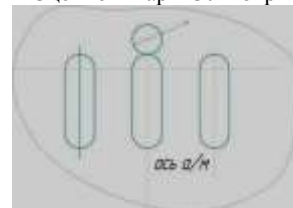

Рис.2
- В заднем бампере вырезать отверстие диаметром 45мм под шар (см. Рис.2),и установить шар в сборе поз. 2 с помощью крепежных элементов поз.4,5